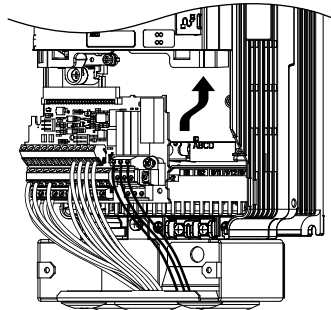

Figura 7.61 Instale a placa do terminal
1. Após ligar o circuito de potência, conecte o bloco do terminal ao inversor como mostra a Figura 7.61. Use um parafuso de instalação para prender o bloco do terminal no lugar.